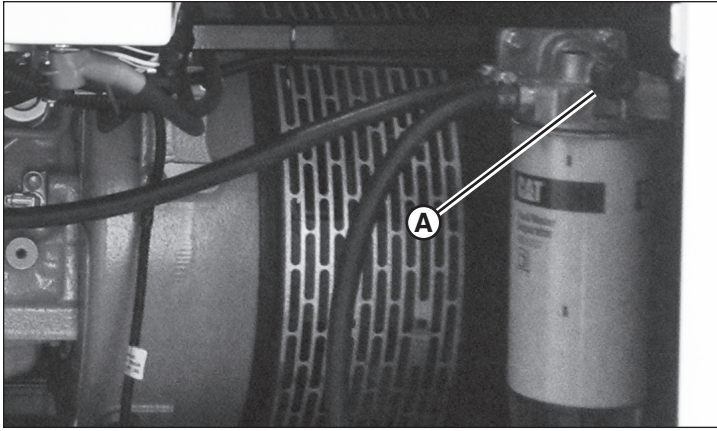

Figure 18
**REMARQUE :** Si le moteur n'a plus de carburant, vous devrez amorcer le moteur après le ravitaillement en carburant. Tourner la tige d'amorçage (A, Figure 18) dans le sens antihoraire pour déverrouiller, tirer, pomper 3-4 fois ou jusqu'à ce qu'elle soit ferme, puis pousser et tourner dans le sens horaire pour verrouiller.